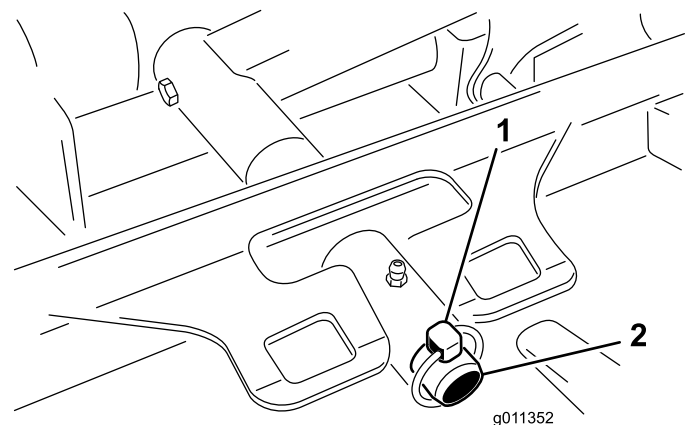

Figura 125
3. Îndepărtați cuiul de osie (pentru mainile Groundsmaster 4500) sau piulia de fixare (pentru mainile Groundsmaster 4700) care fixează cadrul de susinere al unității de tăiere pe tiftul de pivotare al braului de ridicare (Figura 125).
2. Glisezi cadrul de susinere al unității de tăiere pe tiftul de pivotare al braului de ridicare (Figura 125). Fixai unitatea de tăiere pe tift cu cuiul de osie (pentru mainile Groundsmaster 4500) sau piulia de fixare (pentru mainile Groundsmaster 4700).